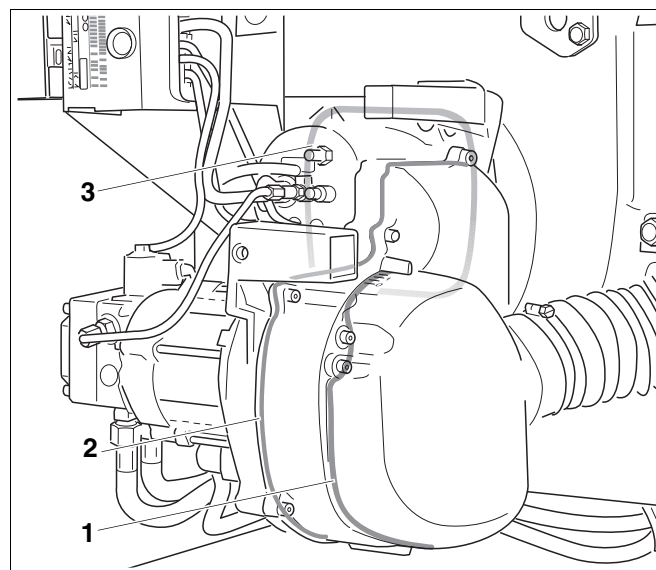

Рис. 33 Дополнительное уплотнение Logator SE RLU
- плоское уплотнение фланца горелки (Рис. 33, поз. 3)
- уплотнение шумоглушителя (Рис. 33, поз. 1)
- уплотнение основания корпуса круглым шнуром (Рис. 33, поз. 2).